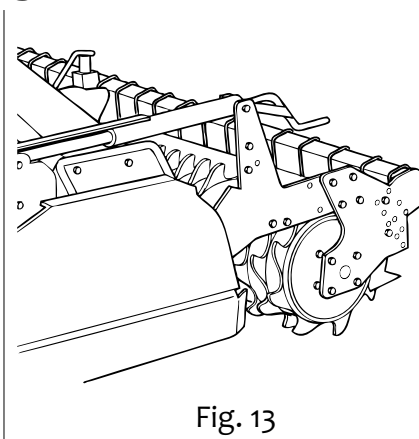

Fig. 13
2. Mit Schraubwinden (Abb. 13). Diese Lösung wird mit zwei Schraubwinden erhalten, die sich am Ende der Maschine befinden und mit einer mit Skala versehenen Stange einstellbar sind. Hebt man die Walze, nimmt die Arbeitstiefe au, senkt man sie, nimmt sie ab.